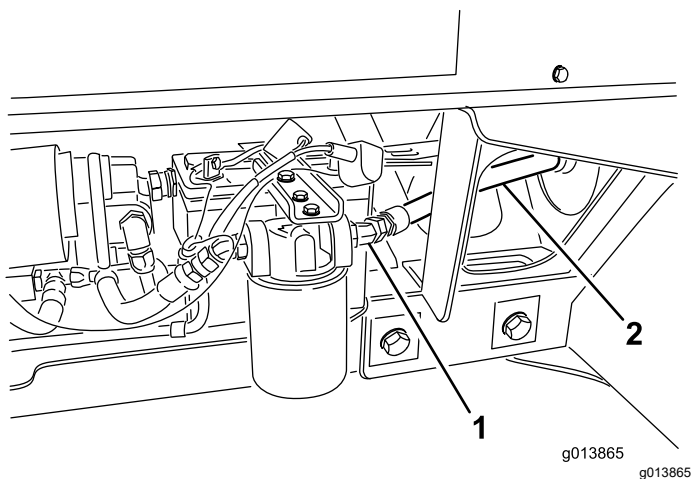

Bild 11
8. Schließen Sie den Hydraulikschlauch Nr. 3 an den Filterauslass an (**Bild 11**).